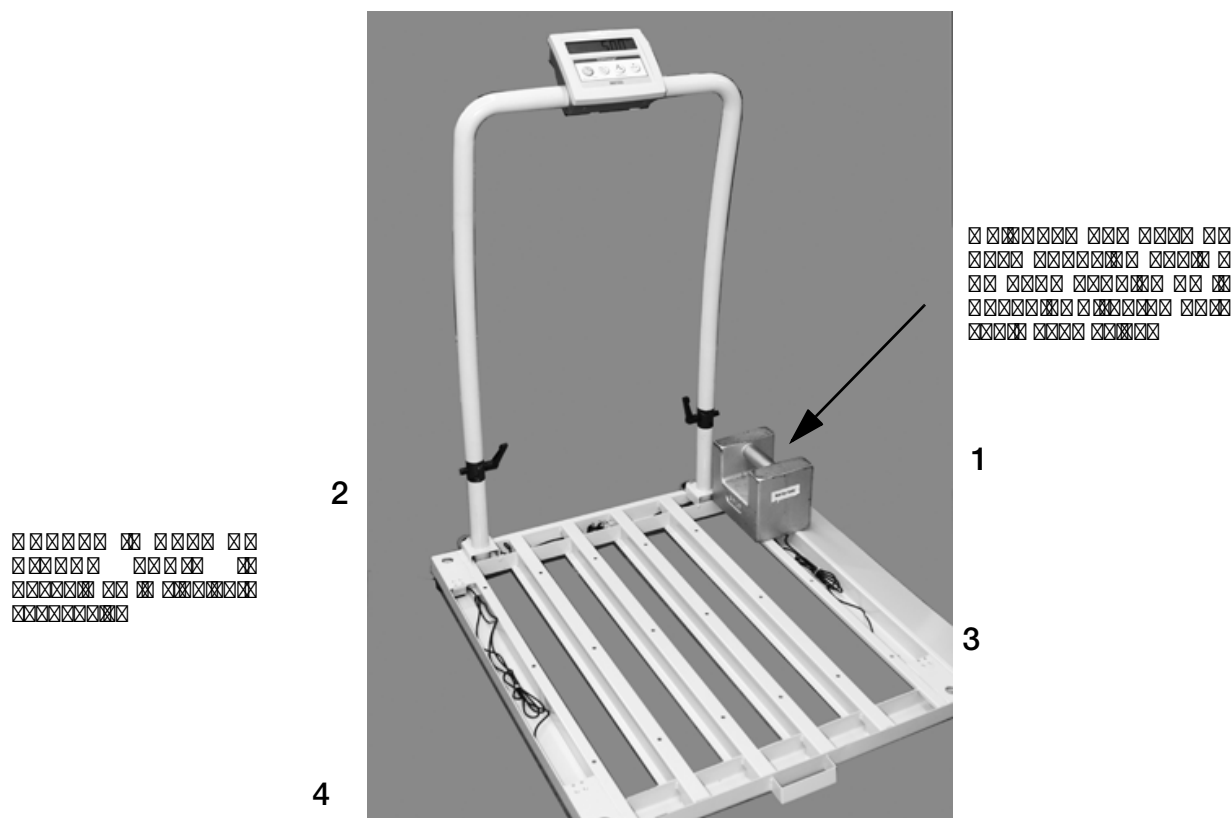

Figura 7-2. Secuencia de recorte de las esquinas de la báscula de sillitas de ruedas
1. Pongan el indicador en cero y coloquen una pesa de prueba calibrada de 70 Kg sobre cada celda de carga por turno como mostrado debajo en la Figura 7-2 en la siguiente secuencia:
- Empiecen con la esquina izquierda más lejana (1)
- Esquina izquierda más cercana (2)
- Esquina derecha más lejana (3)
- Esquina derecha más cercana (4)